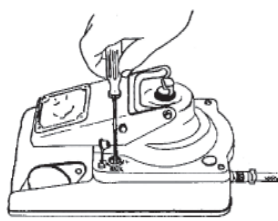

図3
- 調節ねじのスロット(溝)にドライバーを差し込んでください。速度を早くするには+方向に、遅くするには-方向に回します。ポンプのストローク数を1分間、カウントし、速度を調節してください(図3)。